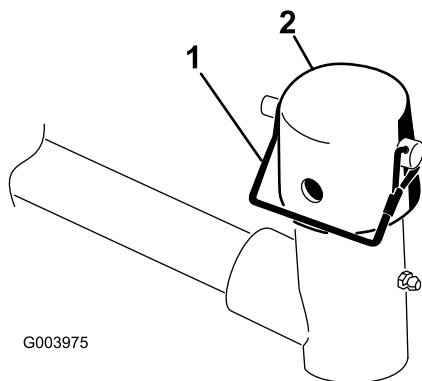

Figura 9
7. Retire o pino de encaixe e tampa da forquilha da articulação do braço de elevação (Figura 9).
Nota: Utilize a ranhura se pretender direcionar a unidade de corte ou utilize o orifício se pretender bloquear a unidade de corte na posição (Figura 9).